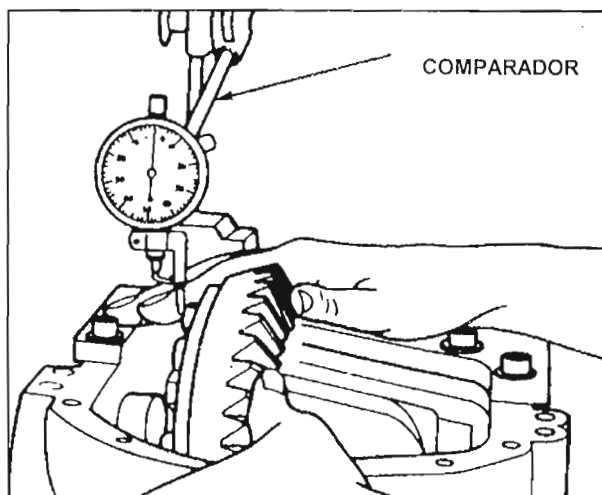

Fig. 54
Empuje el conjunto de la capa de satélites (con la corona) en la dirección opuesta al piñón de ataque. Mientras está empujando, coloque el comparador a cero (0) (Fig. 54).